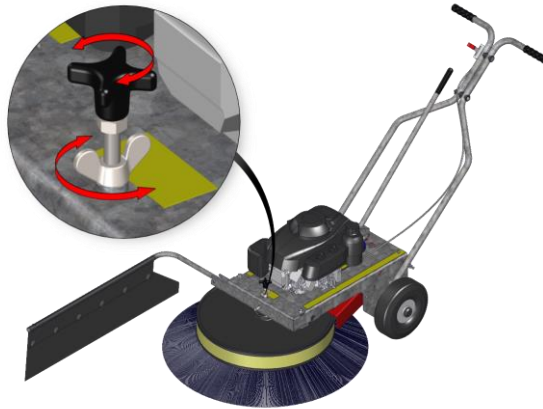

Abb. 25: Bürstenverstellung WR 870
1. Die Flügelmutter gemäß Abb. 25 lösen.